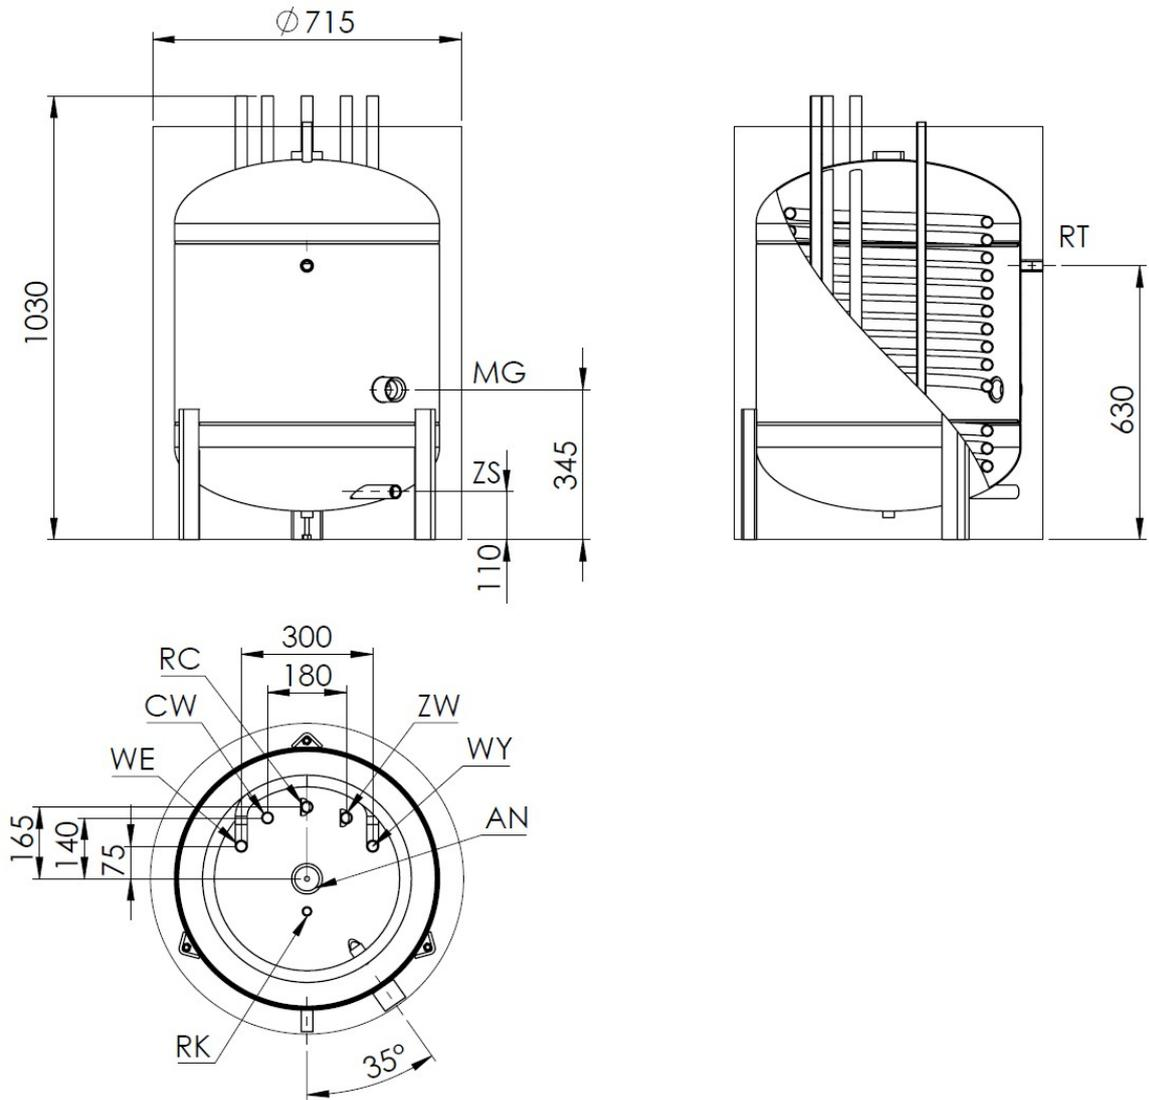

Abb. 4 Aufbau und Abmessungen von WGJ-S OEM 180 M
Die Anode (AN) befindet sich am oberen Bereich des Wasserspeichers (Abb.4) und um ihren Zustand zu überprüfen oder durch eine neue zu ersetzen, muss man: